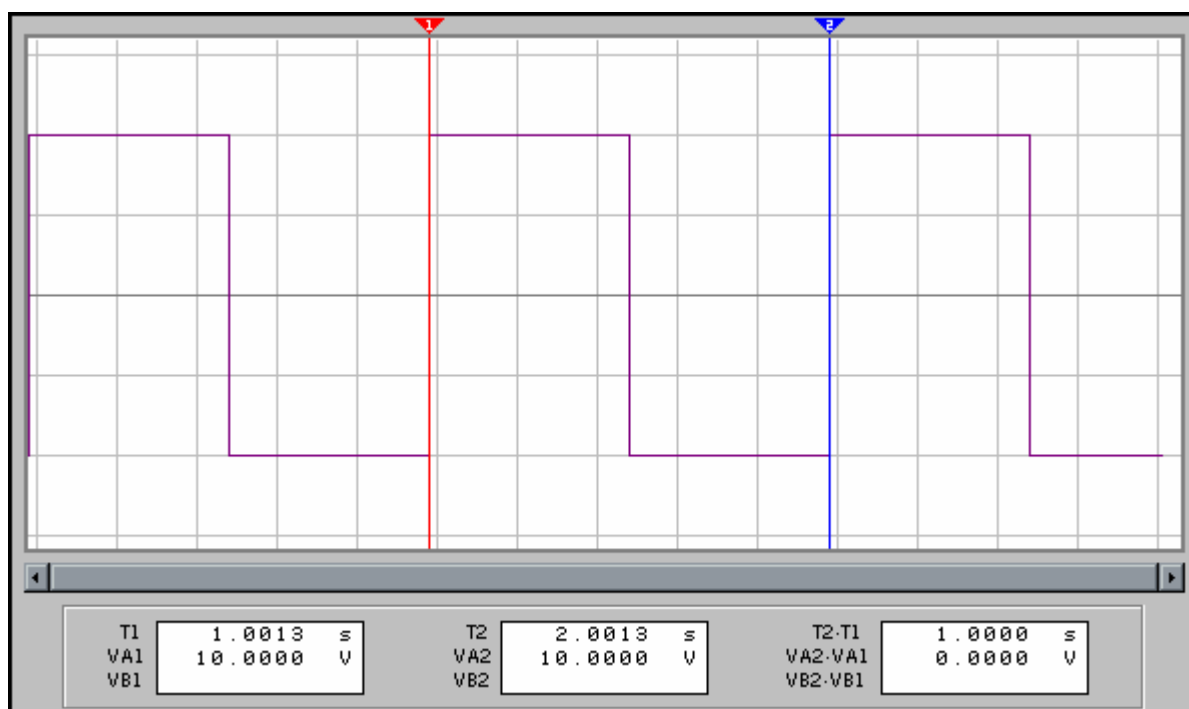

Рисунок 2.13 Измерение периода следования импульса
- Нажимаем кнопку Expand на лицевой панели осциллографа, рисунок 2.13.